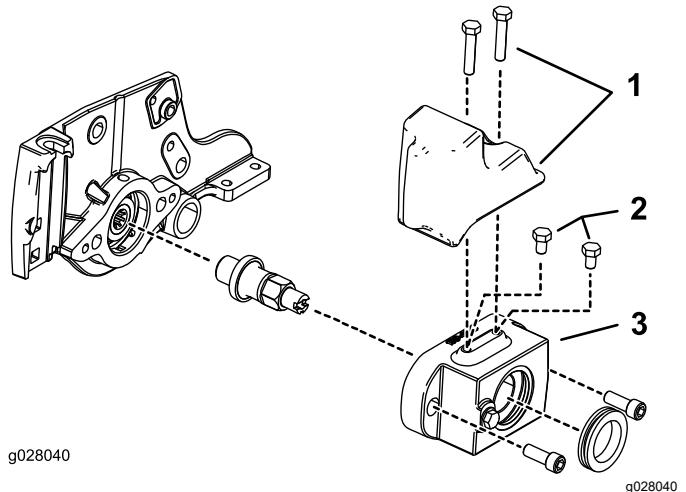

Figure 5
- Pour un moteur de cylindre à entraînement hydraulique :** insérez 2 boulons (5/16" x 1/2") sur le haut du carter de la brosse, comme indiqué à la Figure 5 (moteurs de cylindres hydrauliques de 13 cm seulement).
- Pour moteur de cylindre à entraînement électrique :** commandez et montez 1 masse (réf. 127-4259-03) et 2 boulons (réf. 322-7) comme montré à la Figure 5.